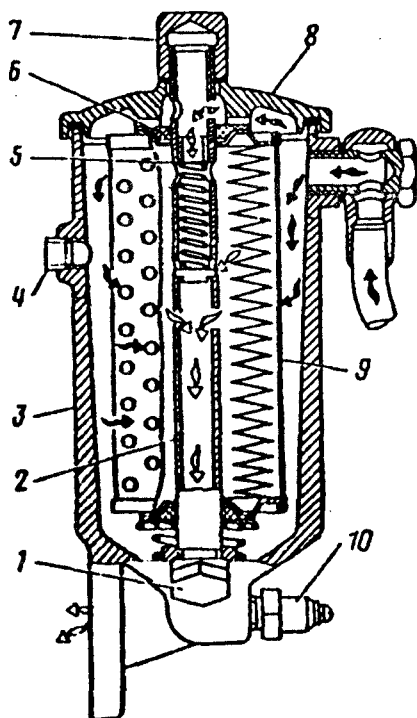

Рис. 67 Масляный фильтр:
**Фильтр очистки масла** (рис. 67) - полнопоточный с картонным сменным фильтрующим элементом. Через фильтр проходит все масло, нагнетаемое насосом в систему.